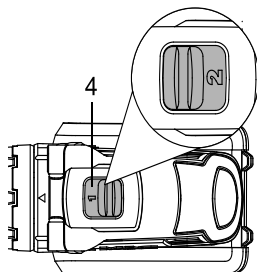

Fig. 13
O Seletor de engrenagem com duas velocidades (4) utiliza-se para alterar entre duas modalidades de trabalho. Quando o botão estiver na posição 1, a velocidade diminuirá e o berbequim terá mais potência e força de torque. Quando o botão estiver na posição 2, a velocidade aumentará e o berbequim terá menos potência e força de torque (Fig. 13).